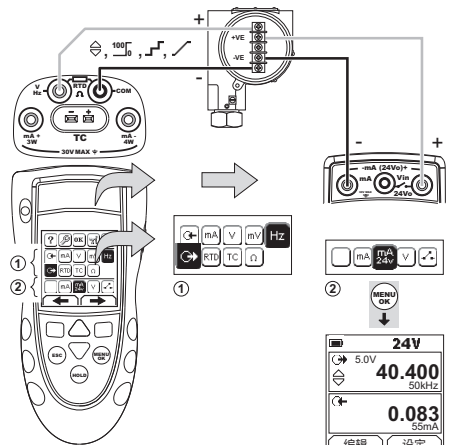
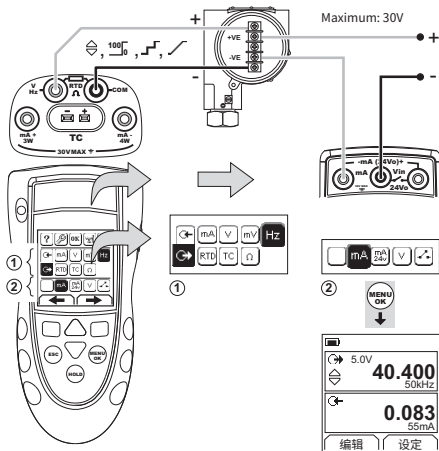

图 11：示例配置 - 使用内部回路电源的变送器校准
图 10：示例配置 - 使用外部回路电源的变送器校准
1. 连接设备 (图 10 与图 11)，如果有必要，调整设置 (表 1)。